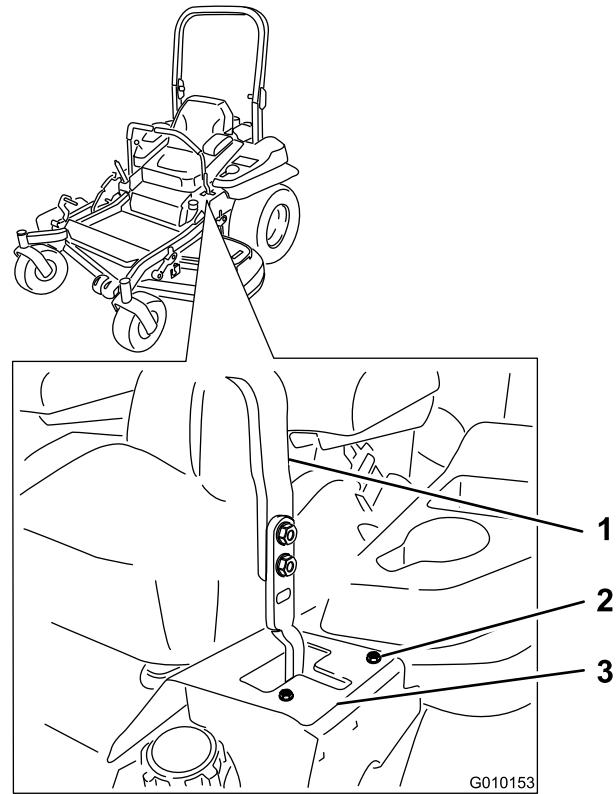

Figure 52
gauche, jusqu'à ce que la machine se déplace en ligne droite (Figure 52).
7. Si elle se déporte à gauche, desserrez les boulons et reculez la plaque de butée droite dans la fente en T droite, jusqu'à ce que la machine se déplace en ligne droite (Figure 52).
8. Serrez les boulons de la plaque de butée (Figure 52).